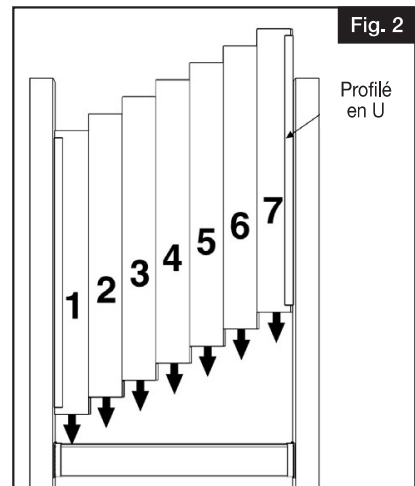

Fig. 2
- Placer le profilé en U verticalement sur les rives des planches bouvetées no 1 et no 7 (Fig. 2).